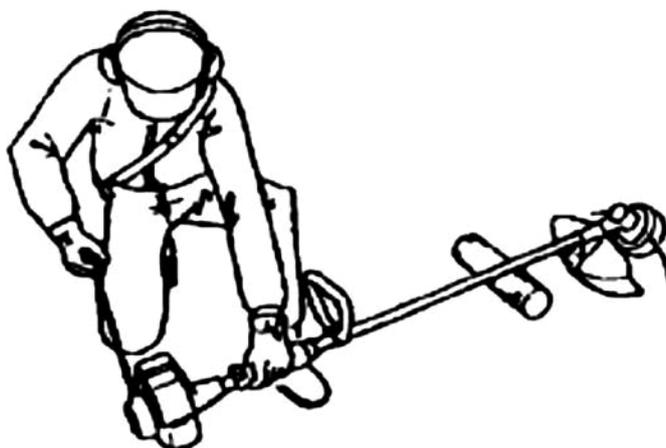

рис.11
- ✓ Перед запуском двигателя убедитесь, что редуктор с катушкой или с ножом не касается посторонних предметов. (рис.11)